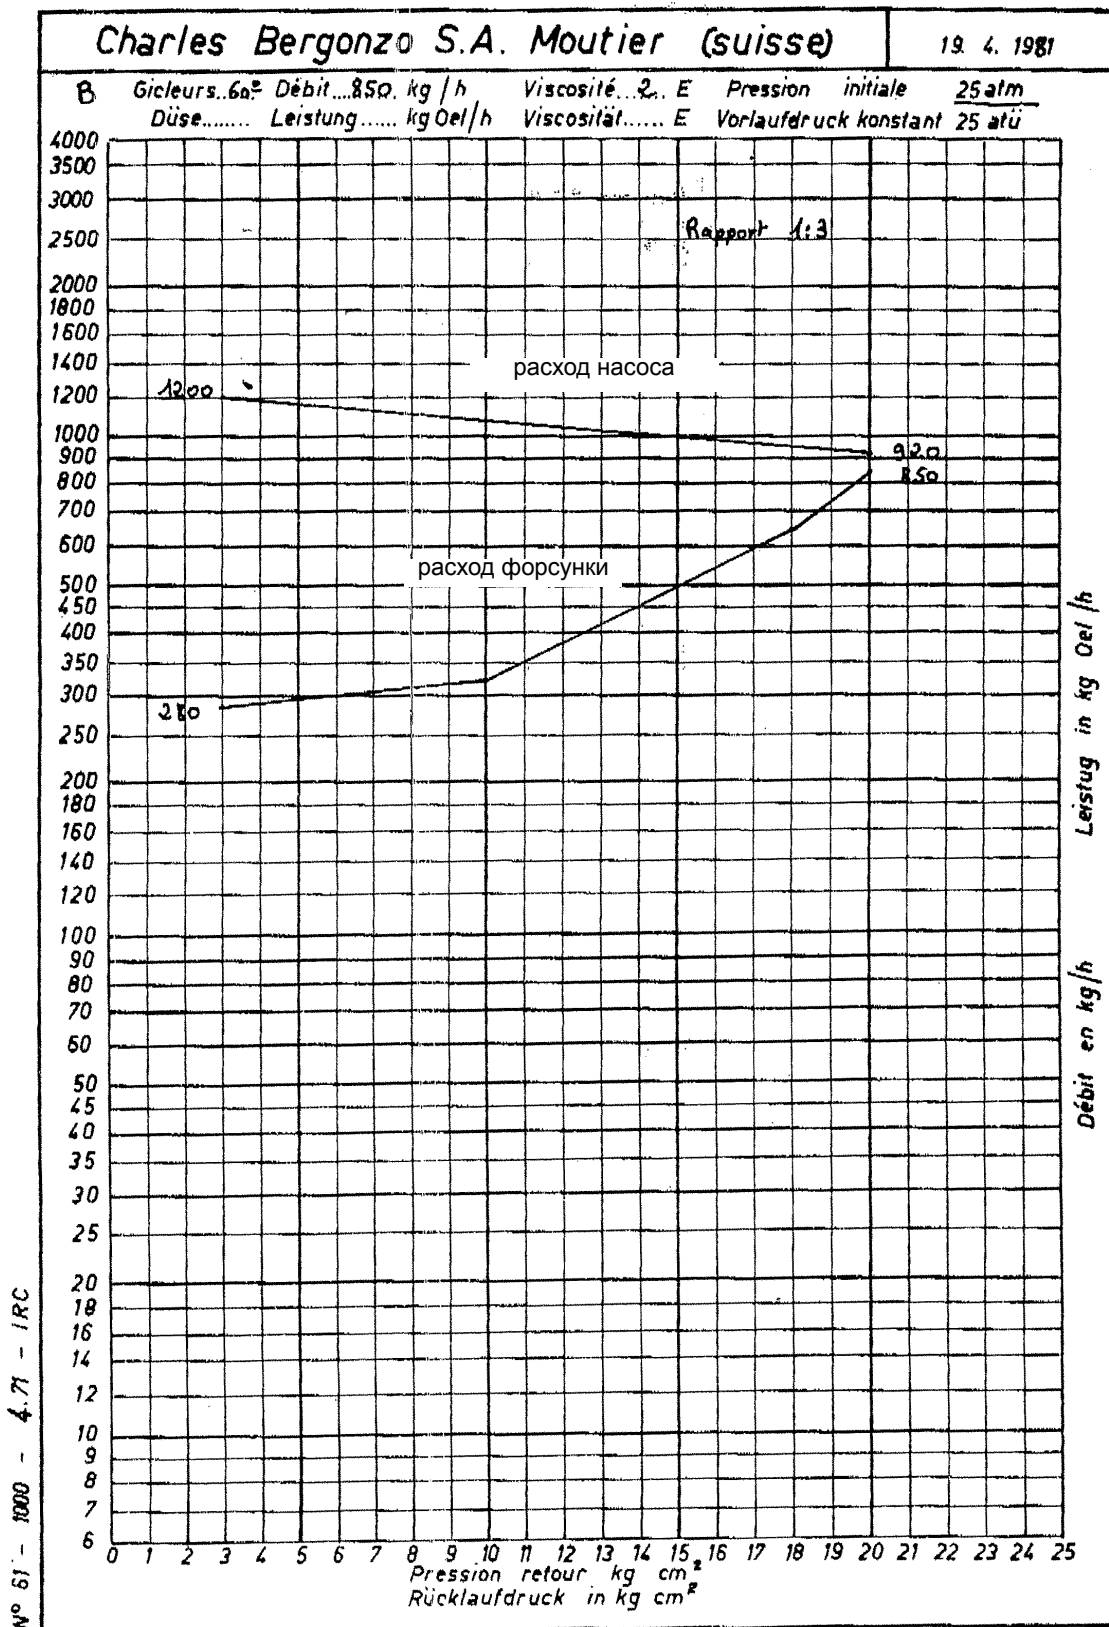
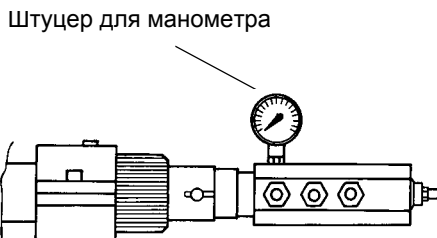

Рис. 22 - ФОРСУНКА BERGONZO - Пример с форсункой с расходом 850 кг/час
Рис. 24
Расход жидкого топлива регулируется за счет выбора форсунки (противопоточного типа), соответствующего мощности котла и типу применения размера, а также регулировки давления на прямом и обратном ходе жидкого топлива, согласно данным, оцаннанных в таблице и на графике на Рис. 22 (для считывания давления - читайте последующие параграфы).
- 9 Давление питания форсунки уже отрегулировано заранее на заводе-изготовителе и не должно изменяться. Только в случае необходимости, отрегулировать давление питания (см. соответствующий параграф) следующим образом: установить манометр в положение, указанное на Рис. 24, воздействовать на регулировочный винт **VR** насоса (см. Рис. 23) до получения на форсунке давления в 25 бар (форсунки Fluidics/Bergonzo- см. графики на Рис. 22);
- 13 Сместить кулачок IV (малое пламя на мазутном топливе) в сторону минимальной мощности, с тем, чтобы сервопривод начал закрываться, до тех пор, пока два подшипничка не совместятся с регулировочным винтом, относящимся к самой низкой точке: закручивать винт **V2** для увеличения расхода, откручивать - для уменьшения, с целью получения значения давления, как на графике на Рис. 22, на основании требуемого расхода.